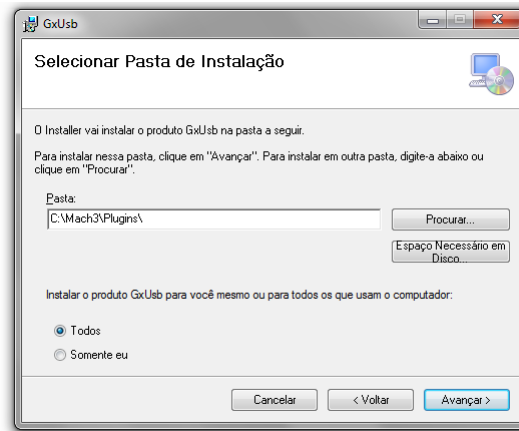

Figura 3
2. A tela para a seleção da pasta de instalação para o plugin (Figura 3) será mostrada (normalmente o caminho padrão é o “C:\Mach3\Plugins”. Se o Mach3 não se encontra neste caminho, será necessário especificar o caminho correto. Exemplo: “C:\CNC\Plugins”.